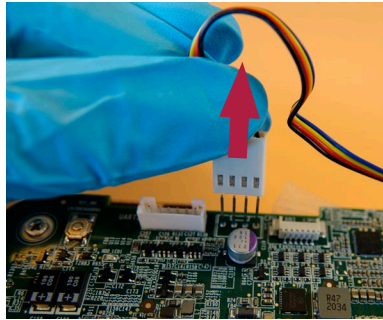

Figura 23 Desconexión del cable del ventilador
a) Desconecte el conector del ventilador (Figura 23)
g) Conecte el cable del ventilador (véase la Figura 12 y la Figura 23)